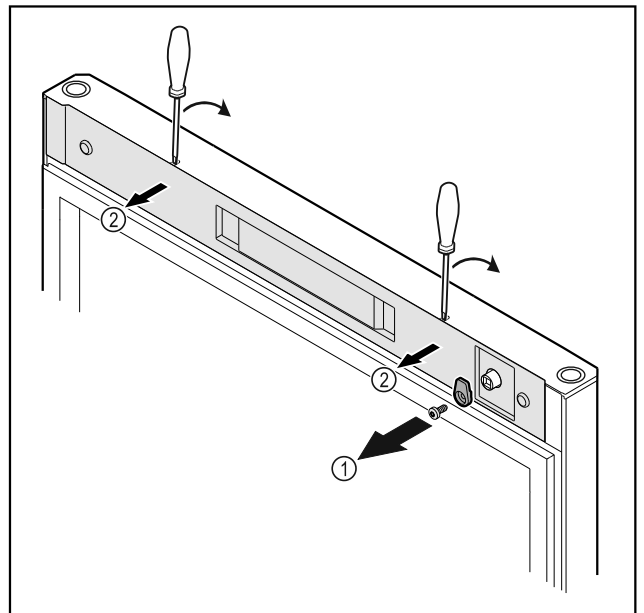

Fig. 20
- Schließhaken Fig. 20 (1) abschrauben.
- Abdeckung Fig. 20 (2) mit einem kleinen Schraubendreher ausrasten und abnehmen.